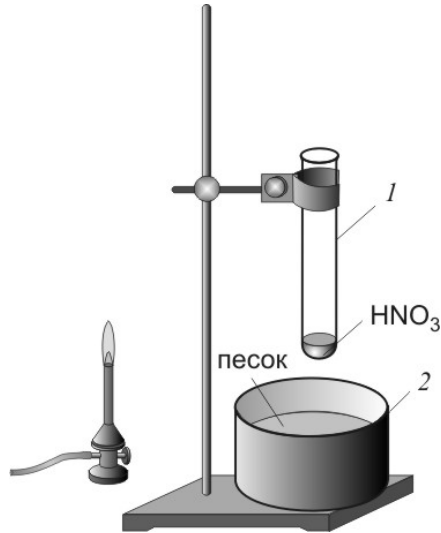

Рис. 3. Изучение свойств дымящей азотной кислоты.
1. Закрепите вертикально в лапке штатива пробирку над баней с песком (рис.3) и налейте в нее 1 – 2 мл дымящей азотной кислоты. Слегка подогрейте кислоту газовой горелкой (в защитных очках и перчатках!) и опустите в нее тлеющую лучинку.
2. Закрепите вертикально в лапке штатива над баней с песком другую пробирку и налейте в нее 1 – 2 мл дымящей азотной кислоты (рис.3). Опустите в пробирку кусочек серы и нагрейте кислоту до кипения (*в защитных очках и перчатках!*). Охладите пробирку и вылейте содержимое в стакан с водой. Докажите присутствие в полученном растворе сульфат-ионов.
3. Налейте в пробирку 1 – 2 мл дымящей азотной кислоты (рис.3) и внесите небольшое количество сульфида меди, смесь слегка подогрейте (*в защитных очках и перчатках!*).
4. Налейте последовательно в две пробирки по 1 – 2 мл дымящей азотной кислоты (рис.3) и испытайте ее действие на цинк и олово. Напишите уравнения всех реакций и объясните наблюдаемые явления.